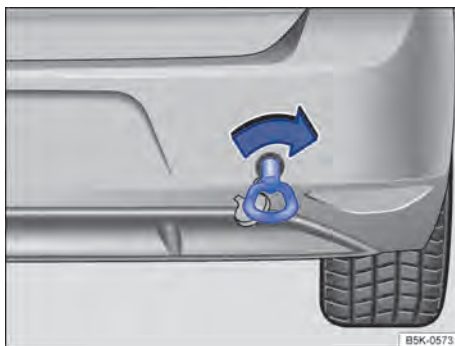

Fig. 235 No para-choque traseiro à direita: rosquear a argola de reboque.
O alojamento da argola de reboque rosqueável está localizado à direita do para-choque traseiro, atrás de uma cobertura ⇒ Fig. 235, ⇒ ①.
⇒ Fig. 235 ⇒ ①. Utilizar um objeto apropriado com o qual a argola de reboque possa ser rosqueada totalmente e com firmeza no alojamento.